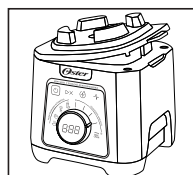

Fig. 22
3. La almohadilla de goma extraíble se puede quitar para facilitar la limpieza y el mantenimiento de la licuadora. (Fig. 22)